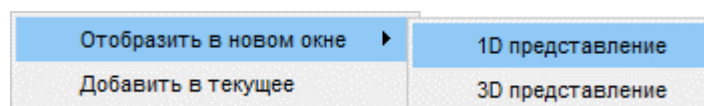

Рис. 204
18.7.1. Визуализация токов, ближней и дальней зон, данных dat-файлов осуществляется командами контекстного меню выбранного объекта в «Дереве объектов» (рис. 204).